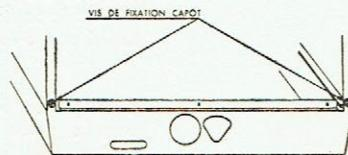

Fig. 3
- 4° Enlever les deux vis de fixation placées à l'arrière (voir fig. 3).